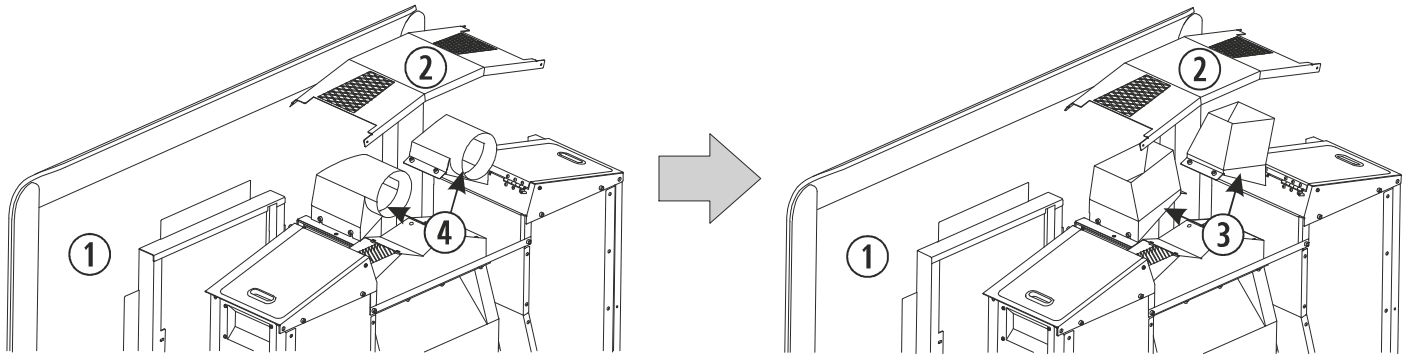

Figura 16
(4) por salidas directas verticales (3) (ver figura 16). Para tener un mejor acceso a las bocas de aire en el momento de sustituirlas, se recomienda retirar antes la rejilla superior anclada con 4 tornillos en sus extremos.